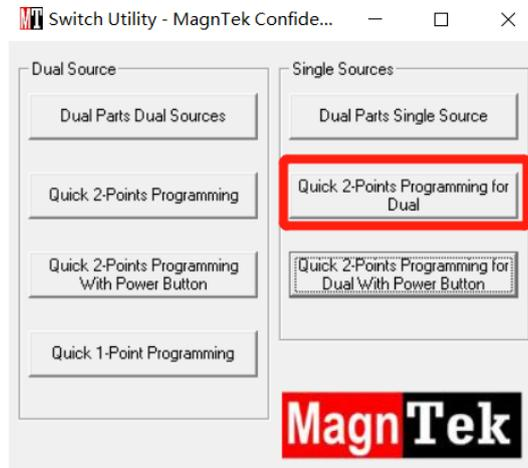

图 5.4.1 编程模式选择界面
- 进入软件安装目录找到 “PB006 Programmer.exe” 文件，双击打开软件，进入编程模式选择界面，如下图 5.4.1